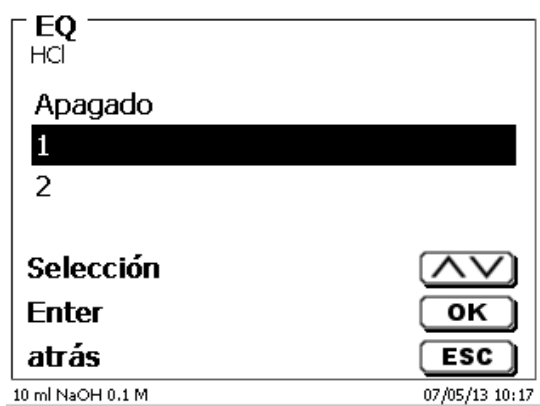

Fig. 155
El reconocimiento automático del punto de equivalencia (EQ) puede activarse y desactivarse en caso de titulación lineal o dinámica (Fig. 155).